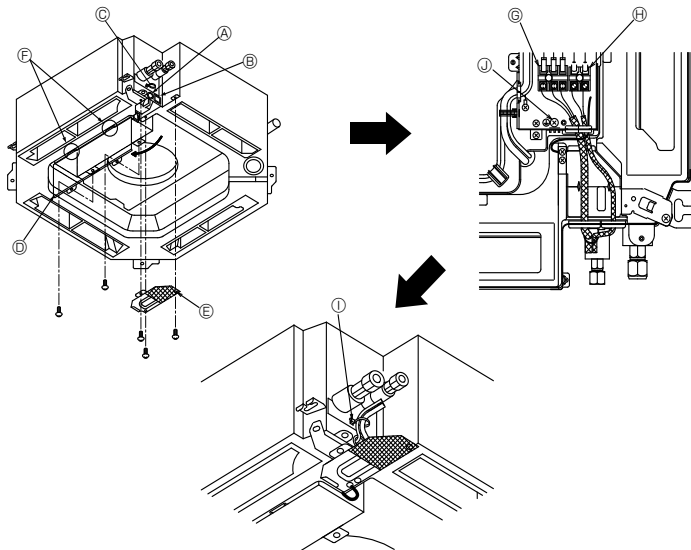

Fig. 6-1
6.1. Εσωτερική μονάδα (Fig. 6-1)